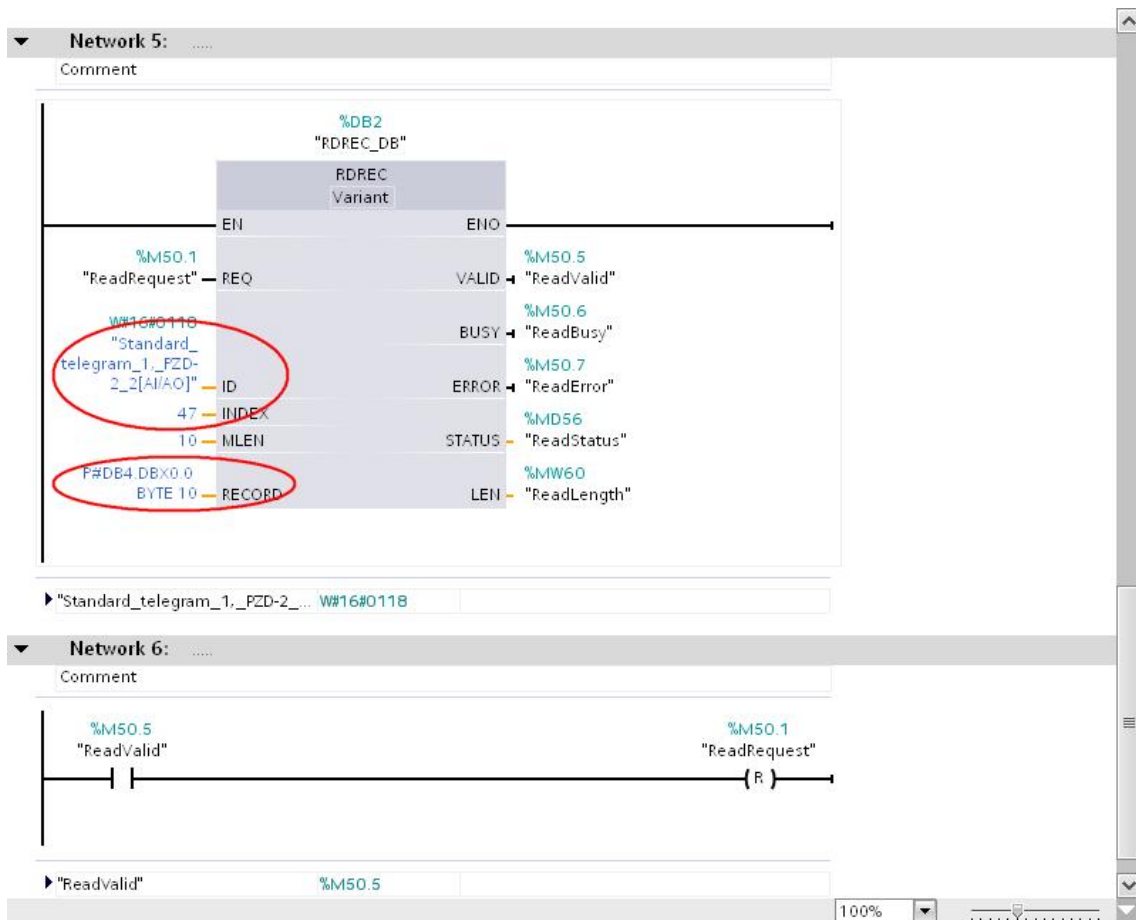

图 14 接收“读参数”请求的响应
(2) 使用标志位 M50.1 及功能块“RDREC”读取参数的请求响应(数据集为 DB4 开始的 10 个字节)，见图 14。